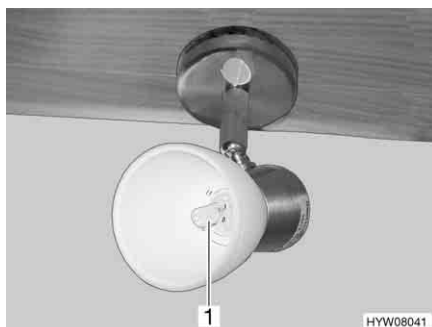

Fig. 253 Faretto alogeno
- Togliere la lampada alogena ad incandescenza (Fig. 253,1) dal supporto, tirandola in avanti.